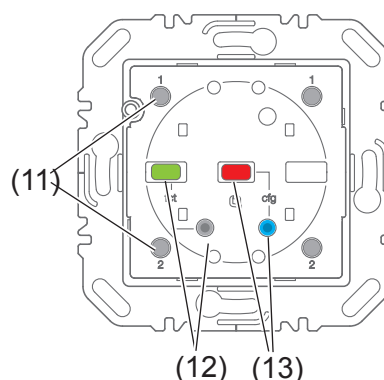

Bild 3: Bedienelemente zur Funk-Konfiguration
- Aufsatz (4) zusammen mit Rahmen (3) auf einen geeigneten Jalousie-Einsatz (siehe Zubehör) aufsetzen, so dass die Kontaktstifte in die vorgesehene Buchse (2) eingeführt werden. Sobald die Funk Jalousie-Taste mit Spannung versorgt wird, zeigt die **cfg**-LED (Bild 3, 13), ob Funk Jalousie-Taste und Einsatz zueinander kompatibel sind. Währenddessen kann der Betriebsmodus gewechselt werden, wenn erforderlich (siehe Betriebsmodus einstellen):